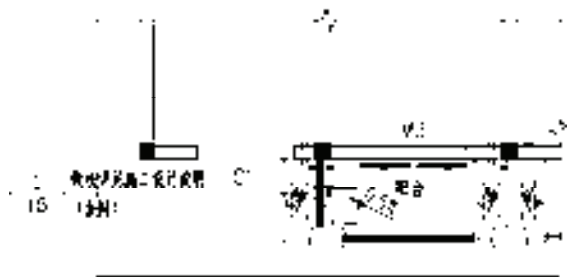

图 10-56 添加索引符号
4) 单击鼠标左键, 即可完成索引符号的添加, 结果如图 10-56 所示。